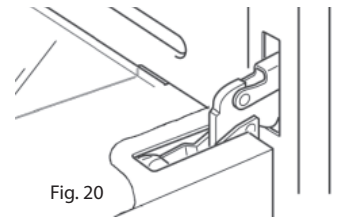

Fig. 20
- Open the door to the end (Figure 20)